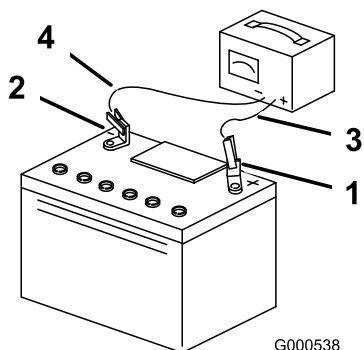

Figura 44
3. Quando bateria estiver totalmente carregada, desligue o carregador da tomada elétrica e em seguida desligue os cabos do carregador dos bornes da bateria (Figura 44).